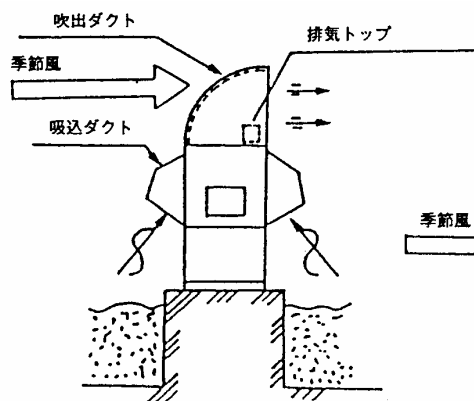
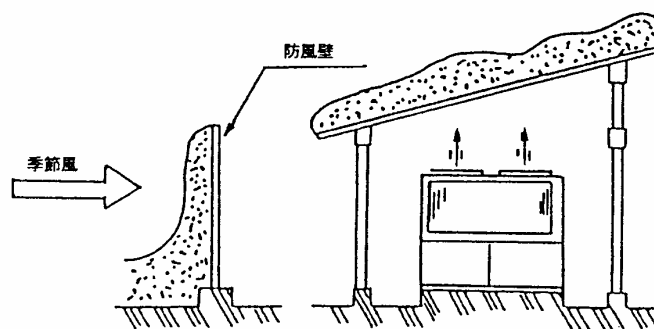

図3-10 防雪用吹出ダクト
図3-11 防風壁
- ・吹出ダクトの吹出方向は季節風の影響を受けにくい方向とします。(図3-10)
- ・排気トップ位置が吹出ダクトの吹出側になるようにします。(図3-10)
- ・降雪が多い場合、風雪や落雪の影響がある場合、季節風の影響が大きい場合の対応。(図3-10、図3-11)